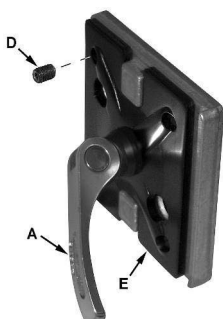

Рис. 15
5. Используя 3 мм шестигранный ключ, крутите любой из четырех установочных винтов (D, Рис. 15) доступных через отверстия, расположенные в углах через плавающий блок зажимов (Е на рис. 15).